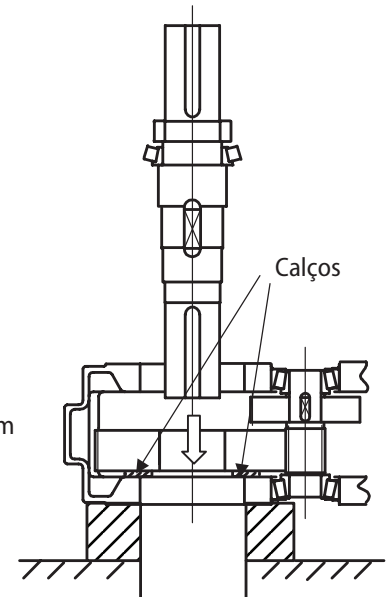

Fig. 3 – Inserção do eixo
- Posicione cuidadosamente a engrenagem na carcaça e ajuste o bloco entre a parede interna da carcaça e a engrenagem. (Consulte a Fig. 3.)
- Coloque o eixo no interior do furo da engrenagem, através do furo da carcaça, e utilize a prensa para ajustar a engrenagem no eixo até o ressalto do eixo. (Consulte a Fig. 3.)